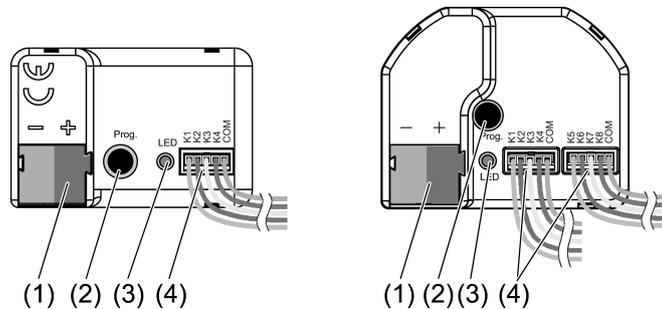

Figura 1: Estructura del aparato
- Conectar el cable de bus con un borne de conexión al polo correcto (rojo = +, negro = -) (véase figura 1).